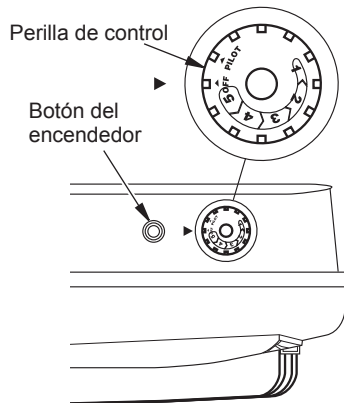

Figura 19 - Perilla de control en la posición OFF (apagado)
- Espera cinco (5) minutos a que se disipe el gas. Luego acérquese para ver si percibe olor a gas, incluso cerca del suelo. Si percibe olor a gas, ¡DETÉNGASE! Siga el punto "B" en la información de seguridad en la página 18. Si no percibe olor a gas, continúe con el siguiente paso.
- Gire la perilla de control en sentido contrario de las manecillas del reloj ↶ hasta la posición PILOT (piloto). Presione la perilla de control durante cinco (5) segundos (consulte la Figura 19).